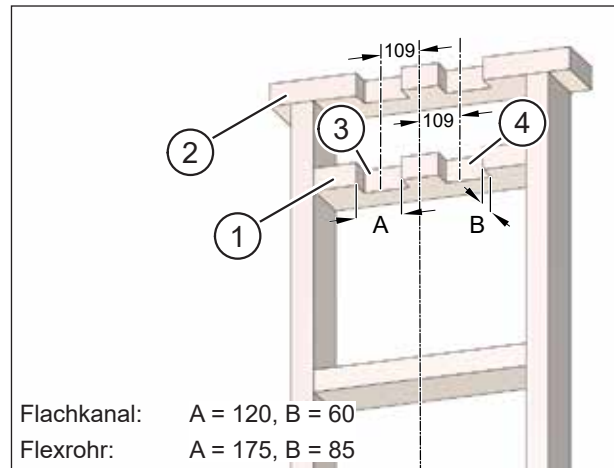

Abb. 45: Nuten für Flachkanäle bzw. Flexrohre sägen, Maße in Millimeter
- ▶ Sägen Sie in den oberen Riegel (Pos. 1 in Abb. 45) und den Deckenbalken (Pos. 2 in Abb. 45) zwei Nuten für den Abluftkanal (Pos. 3 in Abb. 45) und für den Zuluftkanal (Pos. 4 in Abb. 45).